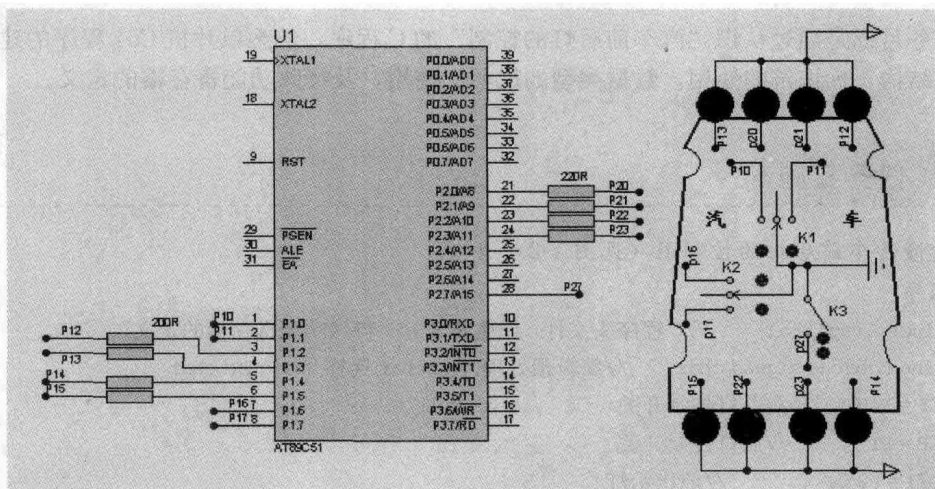

图 1-1 汽车灯的控制
(1) 发光二极管是常用的输出指示器件，通常用于系统的运行状态及数据信息。如图 1-1 所
(1) 在PROTUES环境下打开光盘中的“项目一”文件夹中的“P1.DSN”文件,进入如图1-1所示的界面。
(2) 单击界面左下方播放器的“Play”按钮,然后分别拨动开关K1、K2和K3,仔细观察电路图及运行结果,记录所看到的运行过程。
(3) 如何才能实现汽车灯的控制呢?